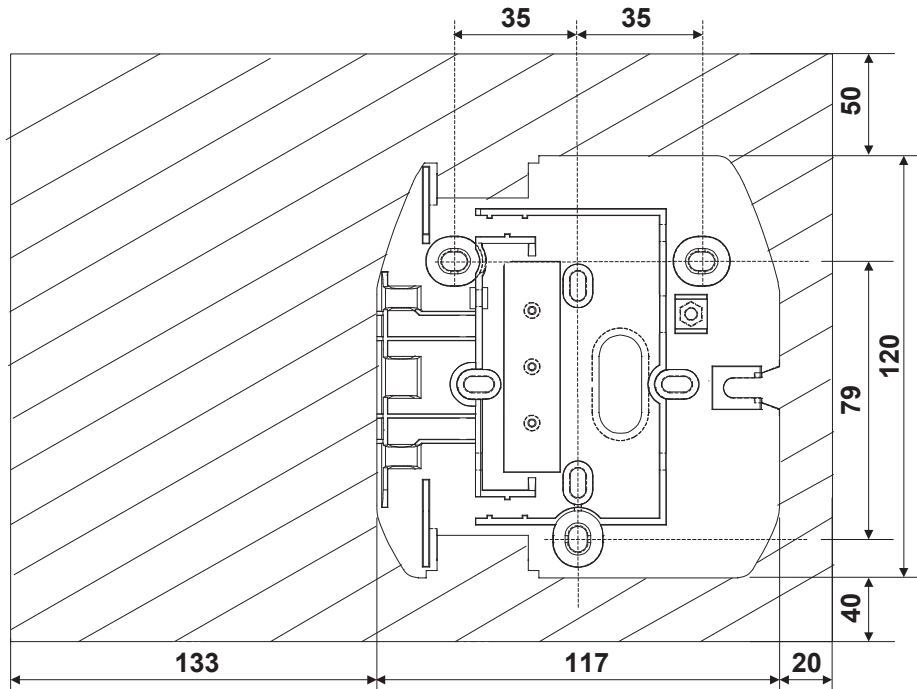

Figure 4 : Plan d'encombrement de l'Emetteur / Récepteur (« E/R »).
- ① Préparer sur le mur les 3 emplacements des vis de fixation en fonction du plan de gabarit imprimé sur l'emballage (voir Figure 4).